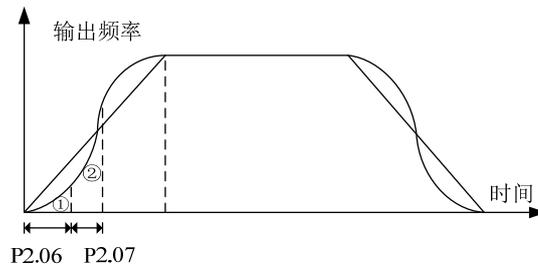

图 6-7 S 加减速曲线
变频器在加减速过程中，输出频率和加减速时间为 S 曲线关系，按照 S 曲线递增或者递减，如图 6-7 所示。本功能一般是为了减少在加减速过程中的噪音和振动，降低起动和停机时的负载冲击。S 曲线的参数是由参数 P2.06 和 P2.07 设定的。
S 曲线起始阶段如图 6-7 中的①所示，是输出频率的斜率从零逐渐增大的过程；
S 曲线上阶段如图 6-7 中的②所示，是输出频率的斜率保持恒定的阶段；